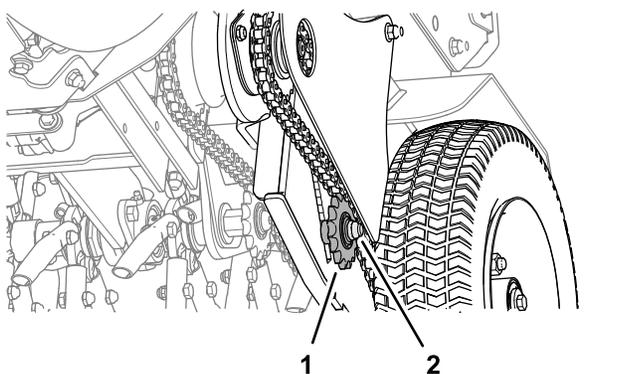

Рисунок 44
4. Чтобы отрегулировать натяжение цепи, ослабьте болт и контргайку натяжной звездочки и нажмите на звездочку вверх для увеличения натяжения цепи (Рисунок 44).